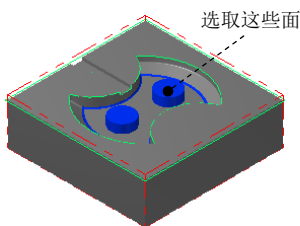

图 22.39 选取干涉面
(2) 单击 **刀具路径(T)** 区域中的  按钮，选取图 22.39 所示的面为干涉面（共 12 个），然后按 Enter 键。